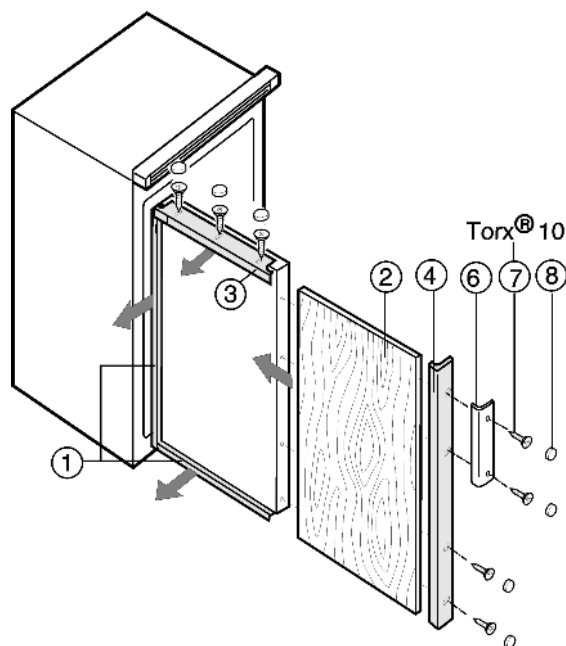

Fig. 11
- Dévisser *Fig. 11 (4)* les cadres d'habillage côté poignées.
- Desserrer les vis sur les autres cadres d'habillage *Fig. 11 (1, 3)* et glisser les cadres vers l'avant.
- Insérer le panneau décor *Fig. 11 (2)*.
- Repousser *Fig. 11 (1, 3)* et revisser les cadres d'habillage.
- Visser le panneau décor *Fig. 11 (4)* avec la poignée *Fig. 11 (6)* et les vis *Fig. 11 (7)*.
- Placer les cache-vis *Fig. 11 (8)* sur toutes les têtes des vis.